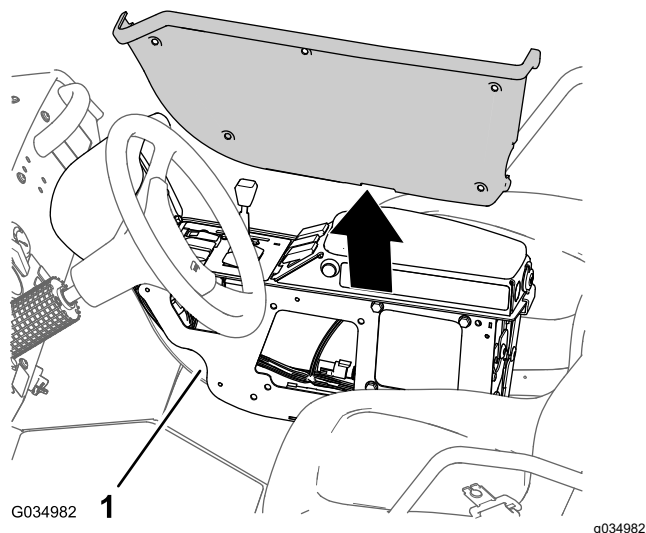

Figura 104
6. Alinee la tapa que se retiró (Figura 104) con el lado izquierdo de la consola central.